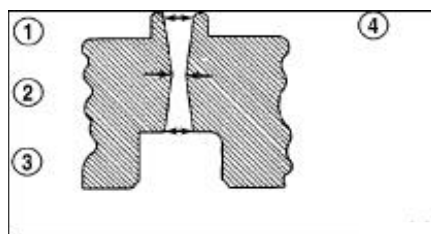

图. 34 气门导管检查
(2) 检查凸轮轴轴承套有没有刮伤。
(3) 清洁气门导管的油污。
(4) 使用千分尺测量气门导管(图. 34)